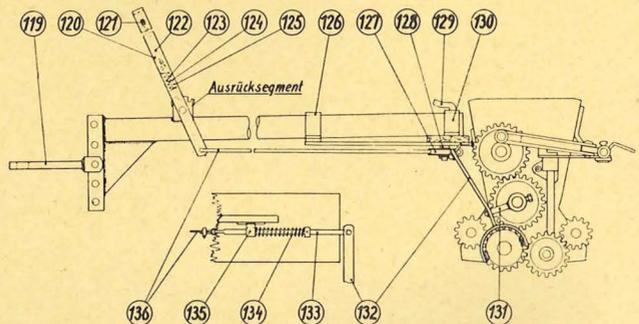

Abb. 9
7. **Windschutzbrett** - verhindert die Beeinflussung des Streuvorganges durch Wind. Die Anbringung der Windschutzbretter (17) erfolgt über Scharnierösen (15) und Scharnierhaken (16) an den Abdeckbrettern (13).
9. **Beilagescheiben** - zur Vergrößerung der Spurweite bei Maschinen mit Gummibereifung. Die Beilagescheiben werden zwischen Radnabe (80) und Scheibenrad bzw. Eisenscheibenrad bei Bereifung 4.00-36 geschraubt. Pro Scheibe wird die Spurweite um 2 cm vergrößert, d. h. je 1 Scheibe rechts und links = 4 cm.
11. **Schlepperdeichsel** - für Maschinen mit Gummibereifung auch mit Ausrückvorrichtung (Bedienung vom Schlepperfahrer aus) lieferbar (s. Abb. 9).